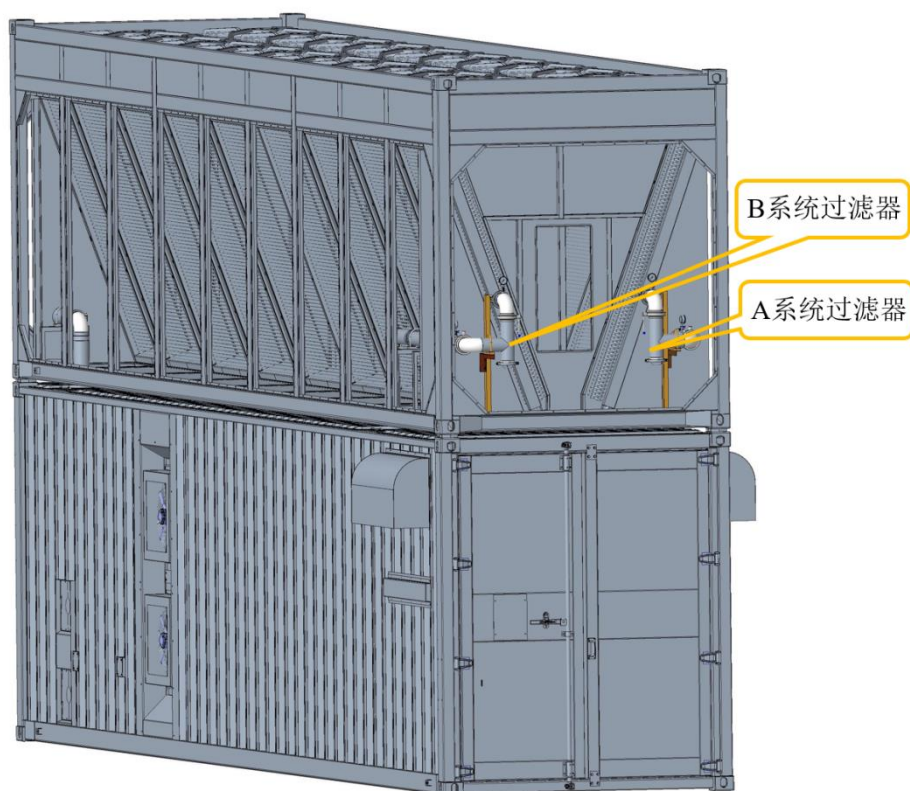

图 9.1 管路检修蝶阀与管道过滤器位置
- b) 找到图 9.1 中系统中的检修蝶阀并关闭，打开管道过滤器组件下方放液球阀，对管路局部放液；